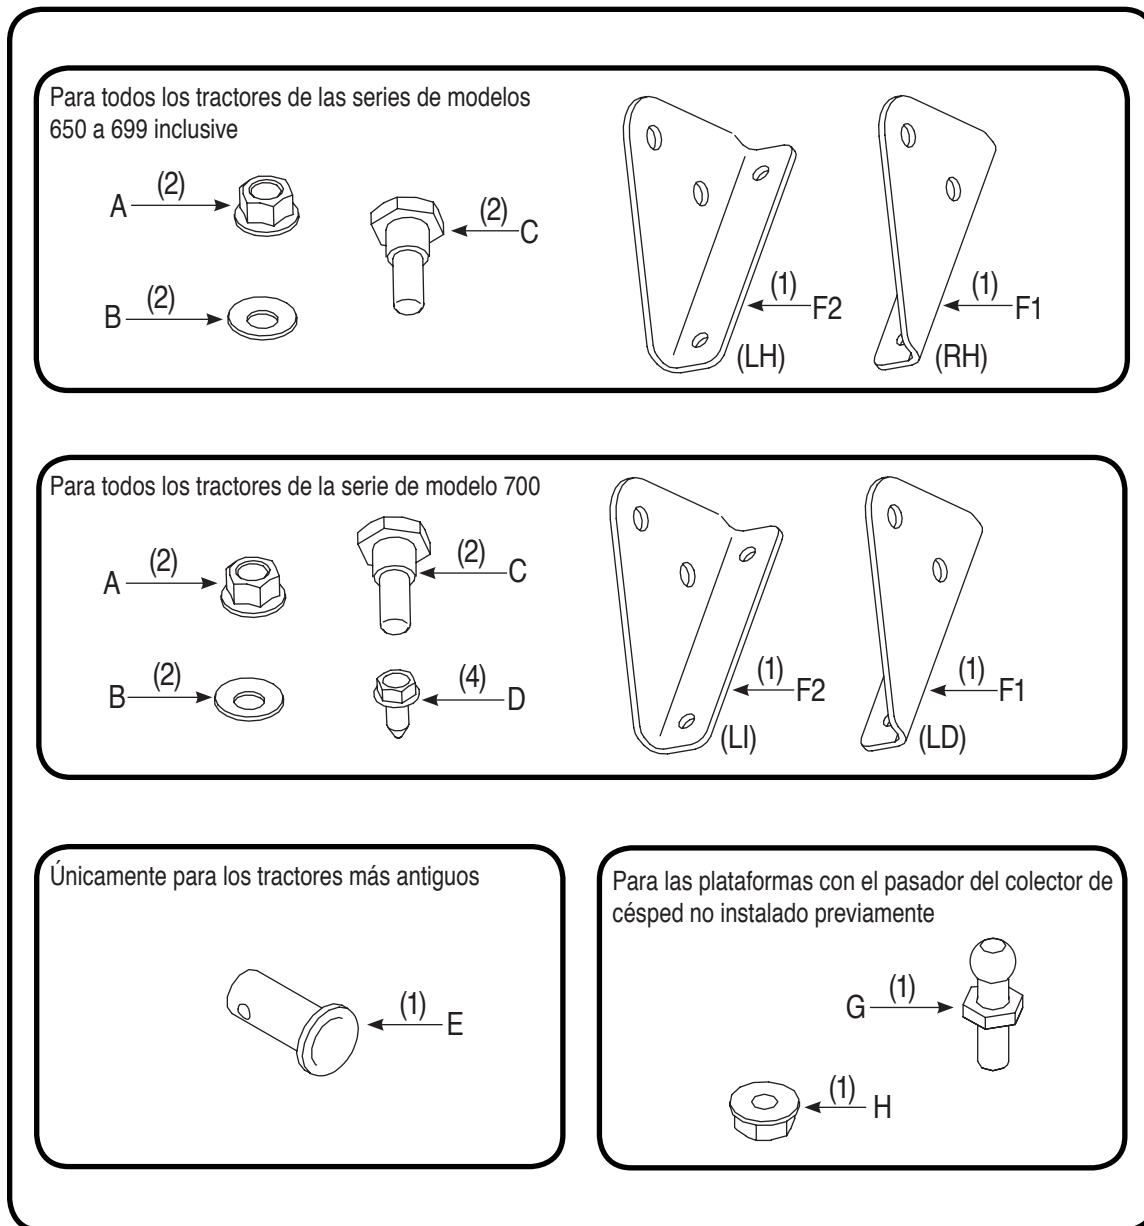
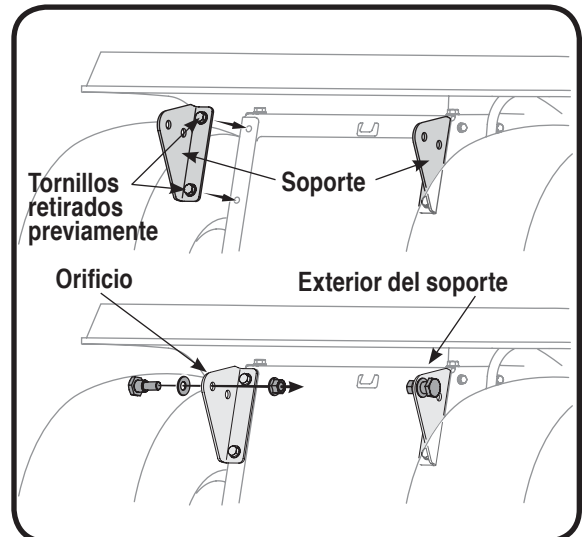
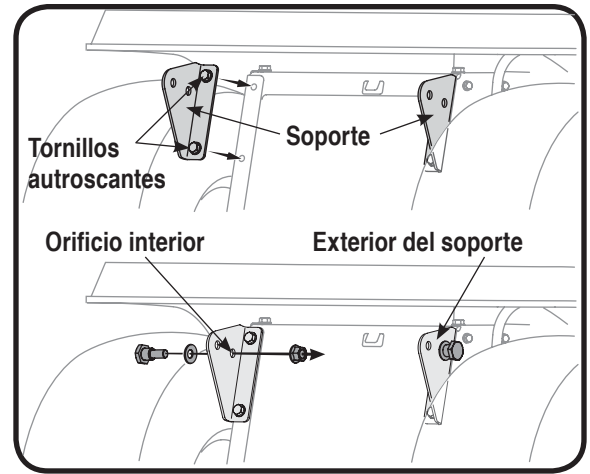

Figura 4
Figura 8
Figura 13
2. Coloque el soporte de la tolva para recorte de césped del lado derecho (F1 en la Figura 4) en posición, con el extremo ancho encima y el extremo angosto apuntando hacia abajo según se muestra en la Figura 8.
3. Fije el soporte al marco del tractor con los dos tornillos autoroscantes que se retiraron antes. Consulte la Figura 8. Repita sobre el otro lado usando la parte F2 de la Figura 4.
4. Inserte un perno con reborde (C en la Figura 4) a través de una arandela de campana, (B en la Figura 4) e inserte el perno desde el exterior del soporte a través del orificio exterior del soporte. Fíjelo con una tuerca (A en la Figura 4). Consulte la Figura 8 para ver más detalles. Repita del otro lado.
NOTA: Para algunos modelos de tractor este pasador de horquilla es demasiado grande. Use un pasador de horquilla más pequeño (E en la Figura 4) en su lugar, con el mismo broche de horquilla.
1. Ubique los cuatro tornillos autoroscantes provistos en su paquete de elementos de ferretería (D en la Figura 4). Instale el soporte de la tolva para recorte de césped del lado derecho (F1 en la Figura 4) usando dos de los tornillos suministrados en posición según se muestra en la Figura 13. Coloque el soporte de la tolva para recorte de césped del lado izquierdo (F2 en la Figura 4) en posición y ajústelo con los otros dos tornillos.
5. Inserte un perno con reborde (C en la Figura 4) a través de una arandela de campana, (B en la Figura 4) e inserte el perno a través del orificio interior (el que está más cerca del marco) en el exterior del soporte. Fíjelo con una tuerca (A en la Figura 4). Consulte la Figura 13 para ver más detalles. Repita del otro lado.